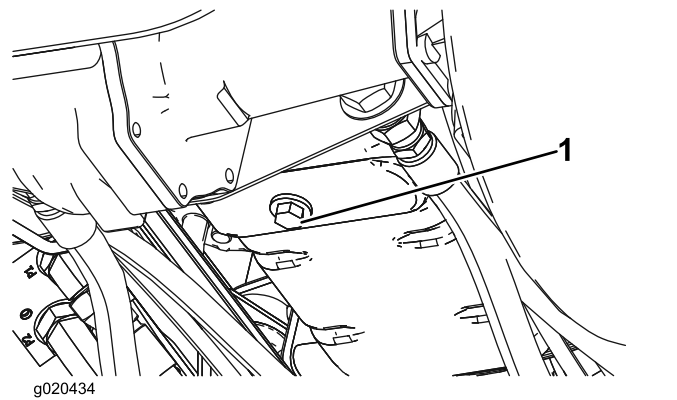

Figura 54
1. Retire el tapón de vaciado (Figura 54) y deje fluir el aceite a un recipiente apropiado. Cuando el aceite deje de fluir, coloque el tapón de vaciado.